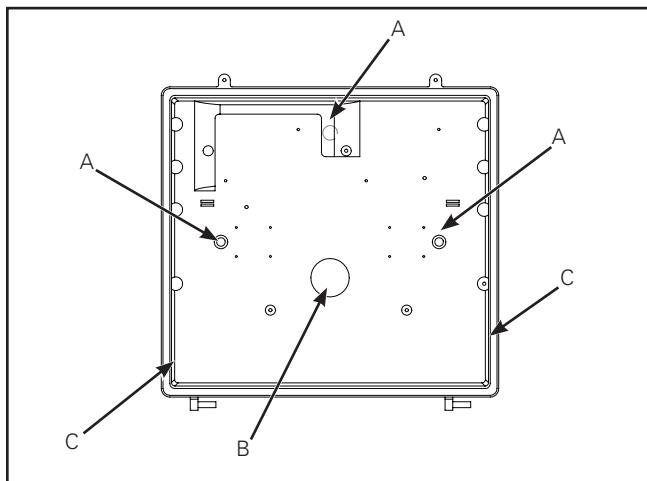

Figura 2
2. Prepare la placa trasera para montaje perforando o calando los orificios necesarios. (Figura 2)
La placa trasera tiene una plantilla de perforación incorporada para que coincida con cualquier caja de derivación empotrada estándar, tres expulsores de 5/8" para los orificios de montaje A y tres orificios roscados 1/2" NPS D para el conducto de superficie o la unidad de fotocontrol. (Figura 2)